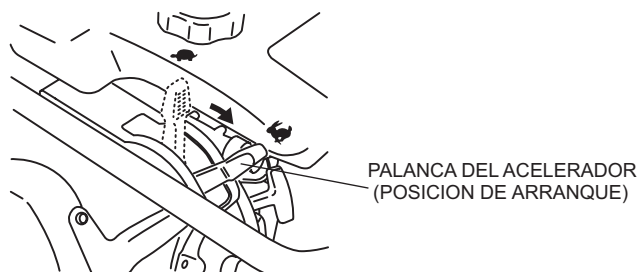

Figura 9. Palanca del acelerador (Posición de arranque)
1. Para empezar la acción de apisonar, mueva la palanca del acelerador (Figura 9) **rápidamente** de la posición de **MARCHA LENTA** a la posición **ARRANQUE** (↶). **NO** mueva la palanca del acelerador lentamente, ya que esto puede causar daños al embrague ó al resorte.